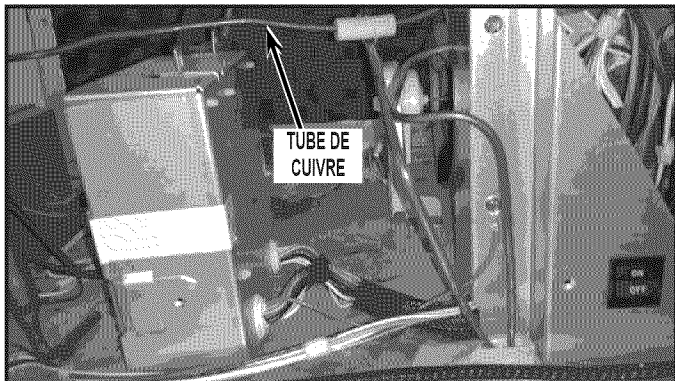

FIGURE 23
**IMPORTANT :** Déplacer le tube de cuivre loin du nouveau module HT pour éviter le bruit. Voir *Figure 23*.